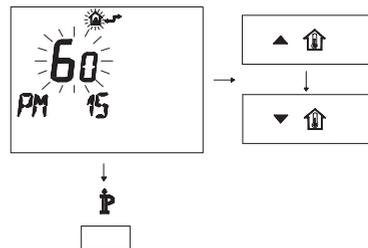

Figura 5.34
- Modificare il SET programmato agendo sui pulsanti ▲↑ o ▼↑ fino a visualizzare un **set di 60**, aspettare che il numero programmato cominci a lampeggiare (Figura 5.34).